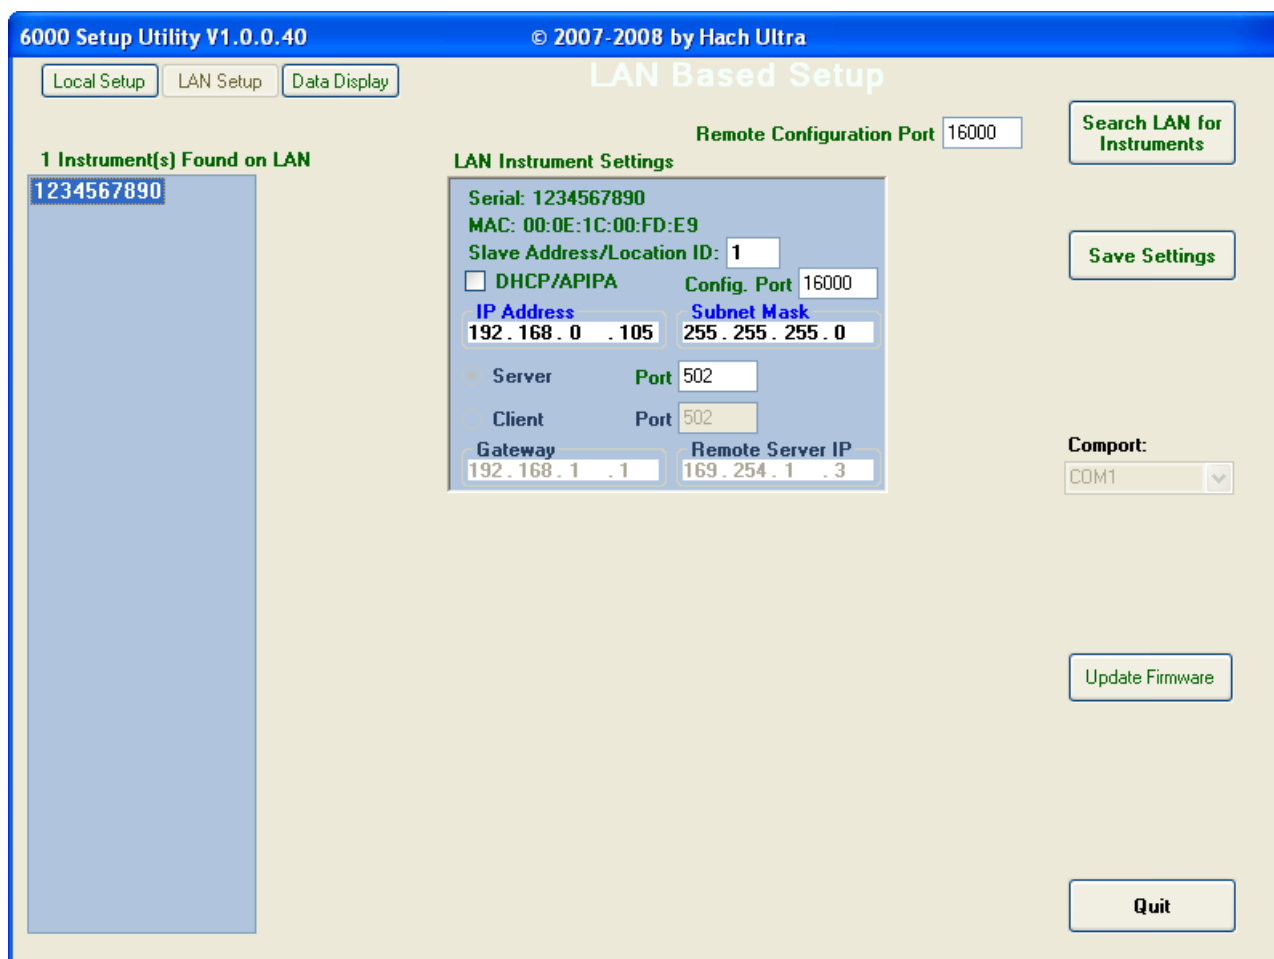

Abbildung 24 LAN-Einrichtung für Ethernet-Geräte
1. Wählen Sie die Utility-Programm die Option **LAN SETUP** aus. Das Fenster „LAN Based Setup“ wird angezeigt (Abbildung 24). Die Software sucht nach LAN-Geräten.
2. Werden LAN-Geräte gefunden, werden die entsprechenden Geräte aufgeführt, siehe Abbildung 24. Wählen Sie ein Gerät aus, um die LAN-Geräteeinstellungen anzuzeigen.